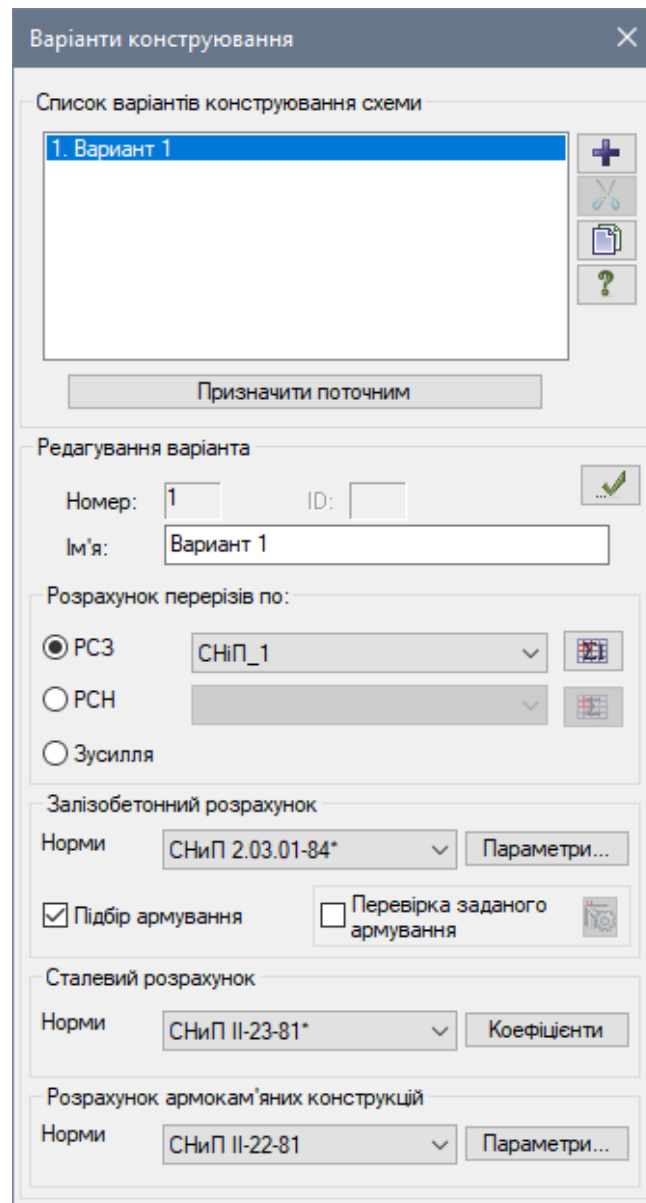

Рис. 18.4. Діалогове вікно **Варіанти конструювання**
- Викличте діалогове вікно **Варіанти конструювання** (рис. 18.4) натисканням по кнопці  – **Варіанти конструювання** (панель **Конструювання** на вкладці **Створення та редагування**).